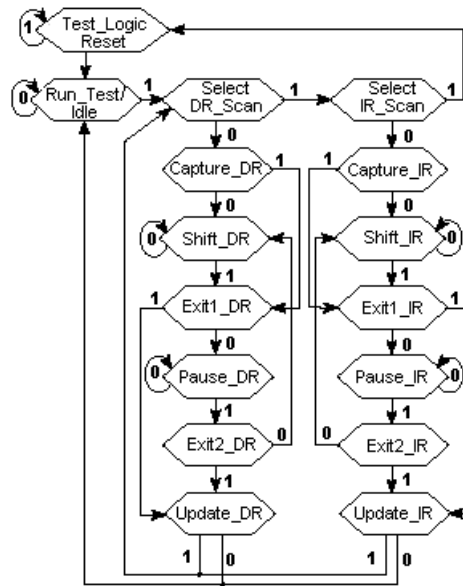

Figura 1.4: Arquitectura Boundary Scan
- **EXTEST** Esta instrucción coloca al circuito integrado en modo de test externo (pruebas de la interconexión) y conecta el registro Boundary-Scan entre TDI y TDO. Las señales que salen del circuito son cargadas en el registro boundary-scan en el flanco de bajada de TCK en el estado Capture-DR; las señales de entrada al dispositivo son cargadas al registro boundary-scan durante el flanco de bajada de TCK en el estado Update-DR (ver Figura 1.4) . La codificación para esta instrucción está definida con todos los bits en cero.